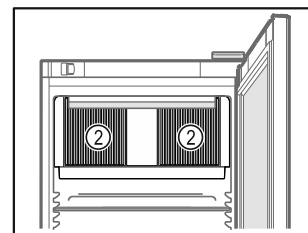

Fig. 59
- Se till att inte blockera ventilationsgallren Fig. 59 (2) för fläkten inne i skåpet.